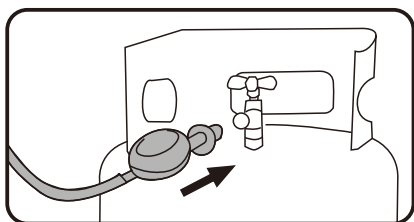

Abb. 1
1. Vergewissern Sie sich, dass das Eckventil der Gasflasche im Uhrzeigersinn in die vollständig geschlossene Position gedreht ist, und stecken Sie den Druckminderer (wie in Abbildung 1 dargestellt) in das Eckventil der Gasflasche.